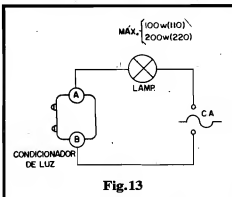

Fig. 13
- FIG. 13 - INSTALANDO O CONDICIONADOR - A instalação do circuito, entre a lâmpada (apenas incandescente, notem...) cujo brilho deva ser "condicionado", e a C.A. local, é muito simples, conforme ilustra o diagrama. Atenção à limitação de Potência da lâmpada, em função da Tensão da rede local... Notem ainda que o posicionamento do par de foto-sensores deve ser estudado, caso a caso, de modo a melhor defetar as condições de luminosidade ambiente, dependendo da sensibilidade e das condições "comportamentais" particulares que se desejem... A determinação do brilho "média" da lâmpada, ou mesmo do seu nível "fixo" de luminosidade pretendido, depende, basicamente, dos valores nominais do capacitor (100n - original) e do resistor (47K - original). Se o Leitor/Hobbysta quiser ter acesso a um controle ou pré-ajuste mais efetivo quanto a tais aspectos, basta substituir o resistor original de 47K por um arranjo em série, composto de um resistor fixo (22K, por exemplo) e um potenciômetro (ou trim-pot) de 100K, através do qual o "ponto" ideal poderá ser obtido, com relativa facilidade... Façam suas experiências e eventuais modificações, que Vocês aprenderão muito, na prática (que é o que vale...).